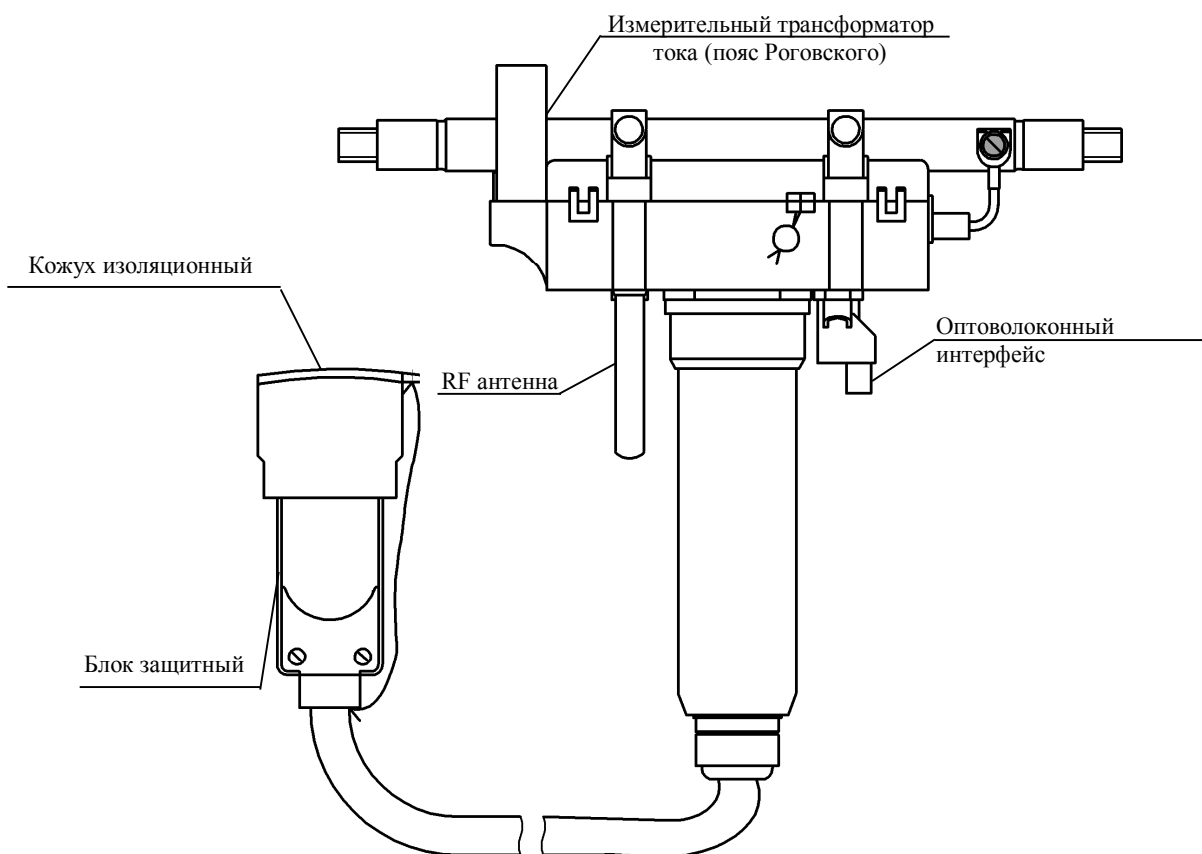

Рисунок 1 – Внешний вид ДИЭ
1.33 Конструкция ДИЭ (с полной заливкой его герметиком) обеспечивает невозможность вмешательства в него извне без вывода ДИЭ из строя (см. рисунок 1).